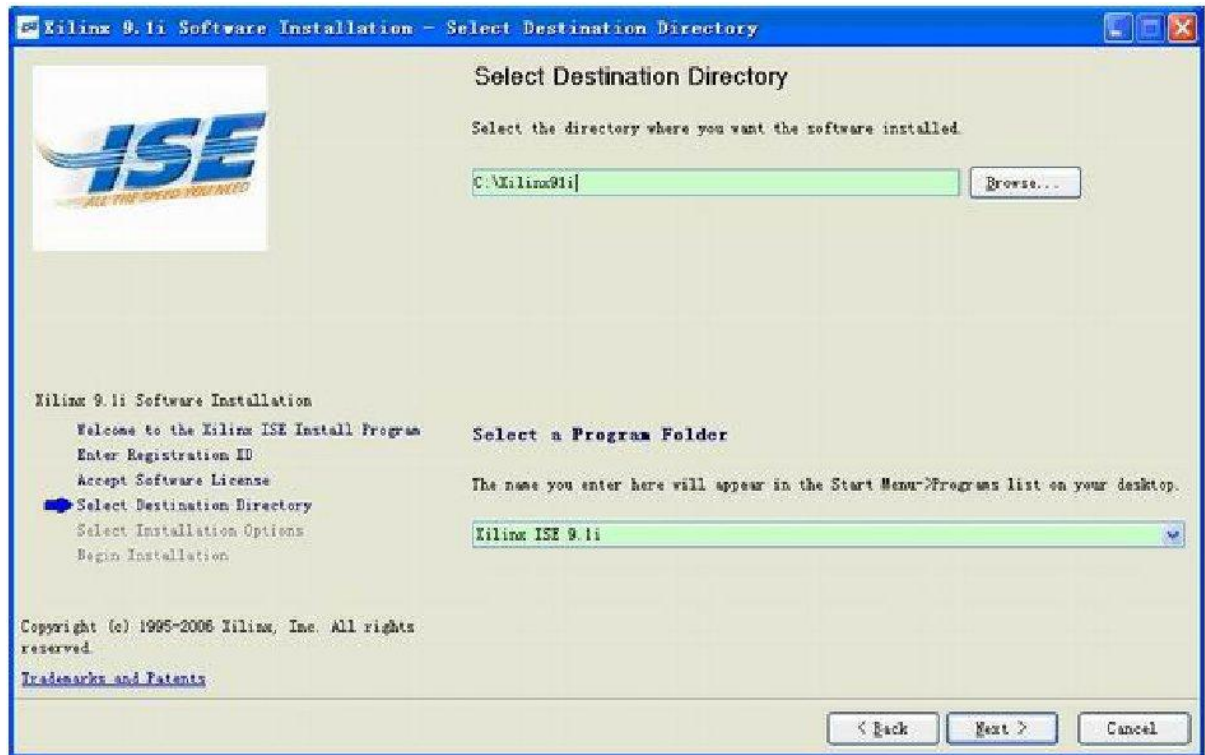

图 4-3 ISE 软件安装路径选择对话框
3. 下一个对话框是Xilinx软件的授权声明对话框，选中“I accept the terms of this software license”，单击“Next”后进入安装路径选择界面，如图 4-3 所示。单击“Browse”按键后选择自定义安装路径，单击“Next”按键继续